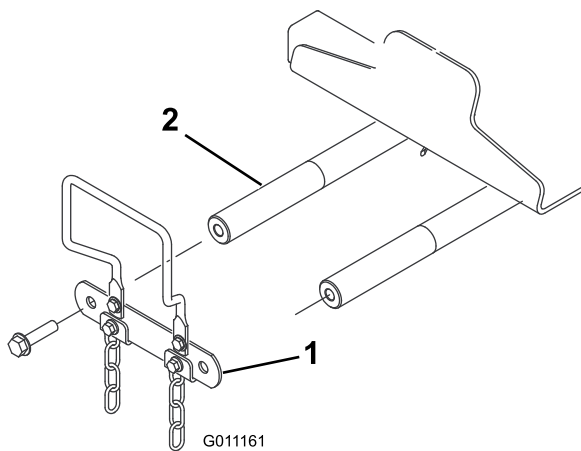

Figura 10
- Nella parte anteriore della macchina rimuovete le 2 viti a testa cilindrica flangiata (1/2" x 2") che fissano il giunto dell'albero di articolazione agli alberi di articolazione del braccio di sollevamento e rimuovete il giunto (Figura 10).